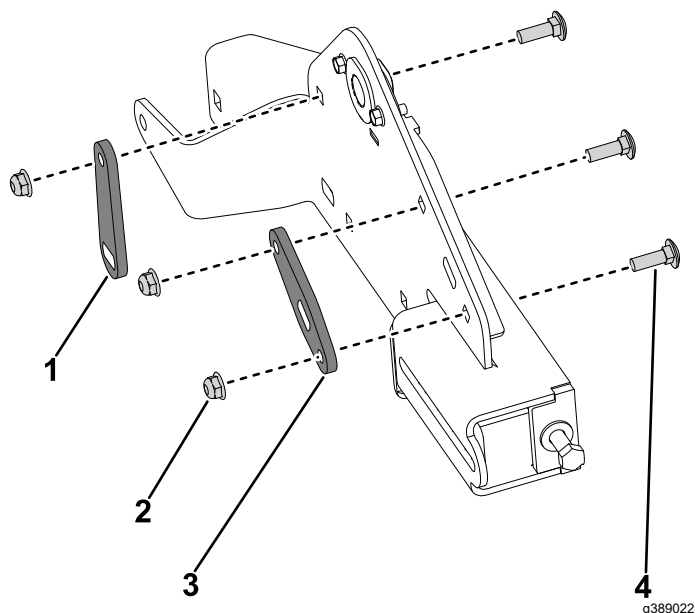

Figura 29
4. Instale la nueva placa de barra de pivote en la sujeción de la oruga y fíjela con 2 pernos de cuello cuadrado ($\frac{5}{16}" \times 1"$) y 2 contratuercas ($\frac{5}{16}"$) nuevos (**Figura 29**).
5. Instale la nueva placa de sujeción en la sujeción de la oruga y fíjela con el perno de cuello cuadrado ($\frac{5}{16}" \times 1"$) y la contratuerca ($\frac{5}{16}"$) nuevos (**Figura 29**).